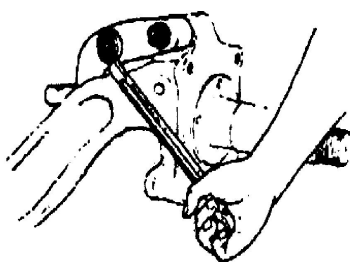
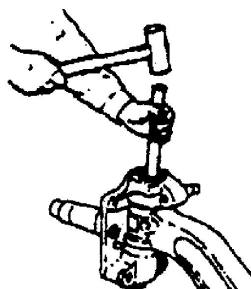

图 1
图 2
- (1) 拆除转向节臂（图 1）。
- (2) 从主销的上下端拆下弯颈滑脂嘴、螺钉—主销堵盖、主销堵盖。
- (3) 拧松主销的楔形锁紧螺母，直到螺母外平面与锁销端部平齐。
- (4) 用铜锤子敲打螺母，将锁销与主销之间敲松。
- (5) 拆除锁销螺母和锁销。
- (6) 使用铜锤和铜棒将主销从上向下敲下（图 2）。
- (7) 拆下转向节、止推轴承和调整垫片。